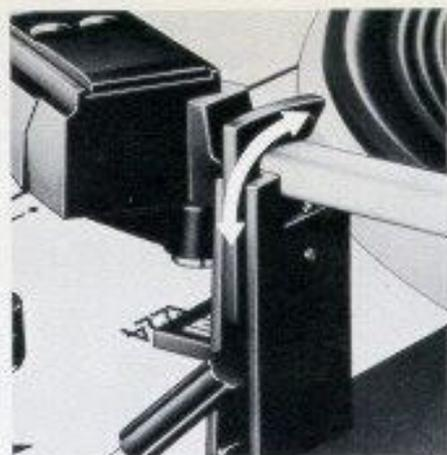

Fig. 7
Wählen Sie bitte die Plattenteller-Drehzahl 33 1/3 oder 45 U/min ② und entriegeln Sie den Tonarm (Fig. 7).
Bemerkung: Zum Abspielen von Schallplatten mit abweichenden Durchmessern z.B. älteren 25 cm-Schallplatten, ist das Gerät manuell zu bedienen (siehe Abschnitt 2. "Manuelle Inbetriebnahme"). Nach dem Spielen der Schallplatte erfolgt die Rückführung des Tonarmes und das Abschalten automatisch. Es empfiehlt sich, den Tonarm wieder zu verriegeln (Fig. 7).